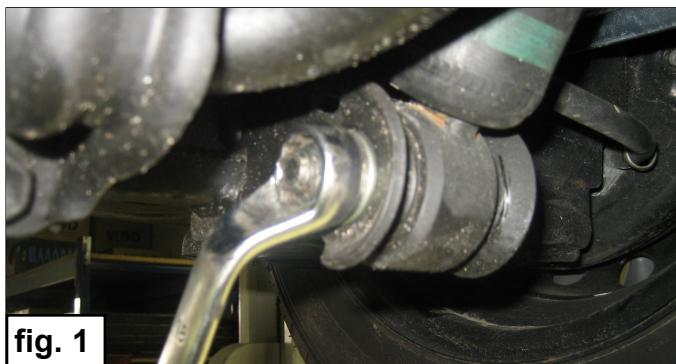

fig. 1
1. Demontieren Sie den unteren Stoßdämpferbolzen und heben Sie das Fahrzeug an. **Fig.1**
- Démontez le boulon inférieur de l'amortisseur et soulevez l'auto hors des ressorts. **Fig. 1**
- Demontera stötdämpparens understa skruv , lyft bilen ur fjädringen. **Fig. 1**